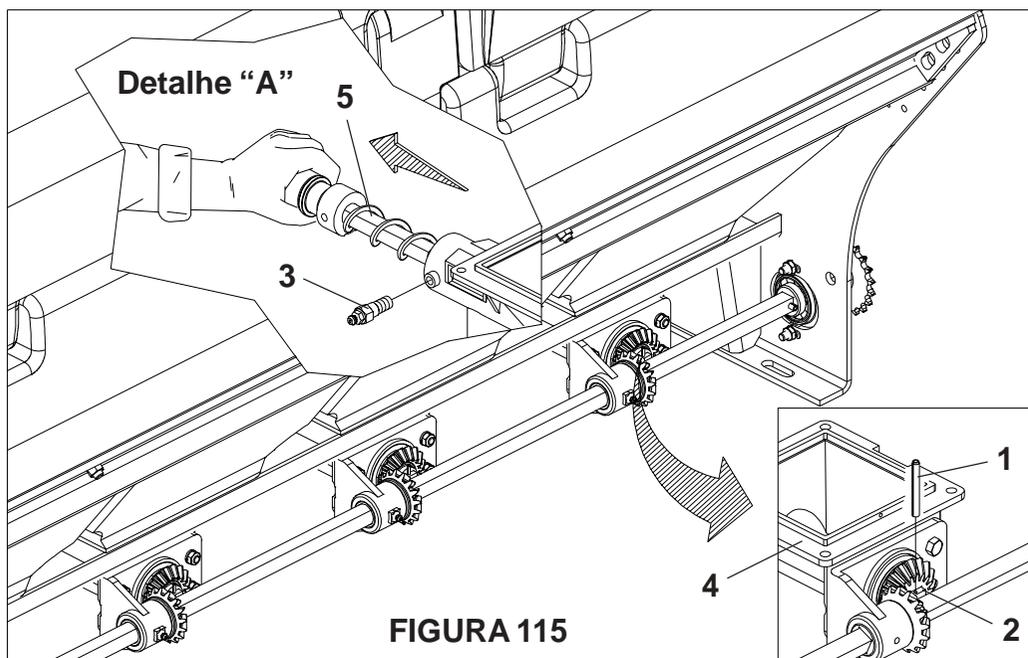

FIGURA 115
LIMPEZA DO CONDUTOR TRANSVERSAL (FIGURA 115) SPA MEGA FLEX 4000 / 4500 / 5000 / 5500
1 - Tire o pino elástico (1) do eixo (2) e o parafuso (3) do canhão distribuidor (4). Em seguida, puxe o eixo (5) para trás, **conforme mostra o detalhe "A", FIGURA 115.**